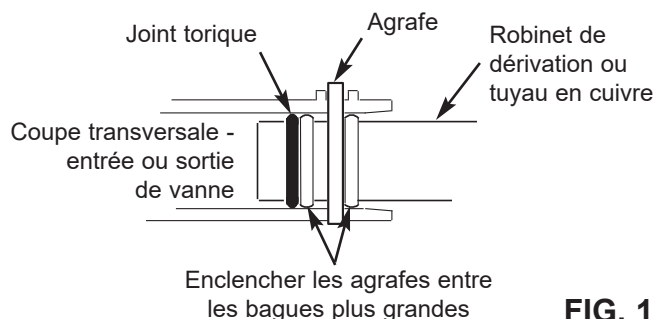

FIG. 12
- Enclenchez les deux grandes agrafes en plastique sur les orifices d'entrée et de sortie, de haut en bas (cf. Figure 12). Vérifiez qu'elles s'enclenchent. Tirez le robinet de dérivation ou les tuyaux en cuivre pour vérifier qu'ils sont bien fixés.